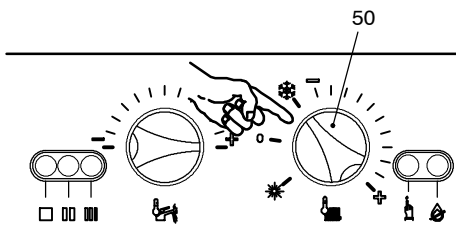

fig. 9.23
- 7 Quindi riposizionarlo in richiesta Riscaldamento/sanitario fig. 9.23